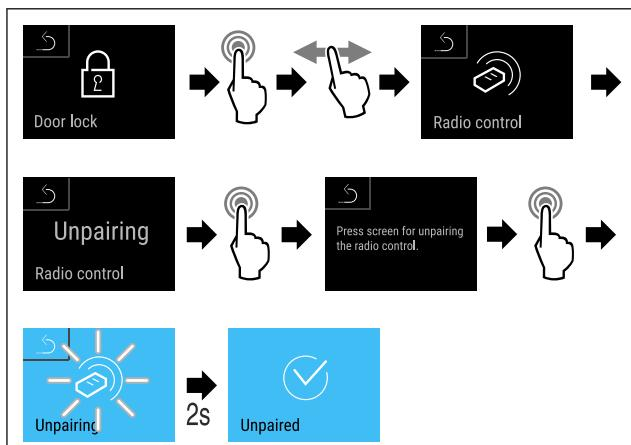

Fig. 102
- Seguir los pasos de procedimiento (consulte Fig. 102) .